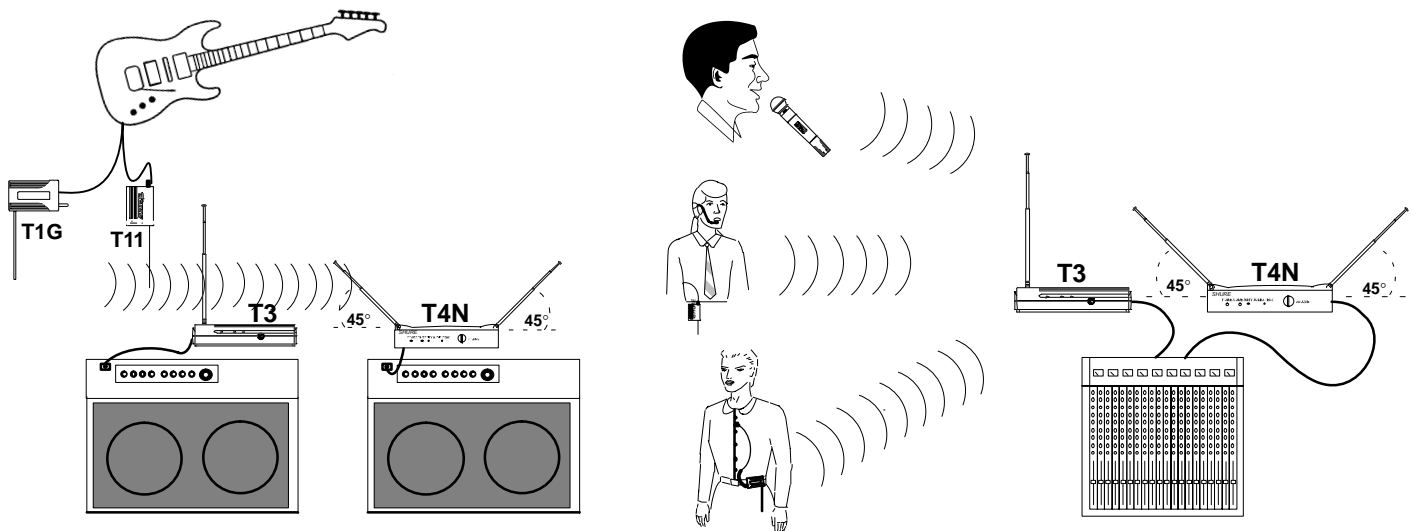

ABBILDUNG 8. BETRIEB DES DRAHTLOSSYSTEMS
- Den Empfängeranschluss anschließen. **The Guitarist:** ein Standard-Gitarrenkabel (zwei mitgeliefert) in den Empfängeranschluss einstecken. Das andere Ende in den Gitarrenverstärker einstecken; siehe Abbildung 8. **The Headset, Vocalist, Presenter oder Bodypack:** Ein Kabel mit einem 1/4-Zoll-Klinkenstecker (**T3, T4N**) oder einer XLR-Steckerbuchse (**T4N**) verwenden, um den Empfänger an den Mikrofonpegeleingang eines Mischpults oder einer PA-Anlage anzuschließen; siehe Abbildung 8.
- Die Antenne(n) auseinanderziehen. **T3:** Die Antenne sollte völlig auseinandergezogen und senkrecht ausgerichtet werden; siehe Abbildung 8. **T4N:** Die Antennen sollten völlig auseinandergezogen und in einem Winkel von 45 Grad zur Senkrechten voneinander abgewinkelt werden; siehe Abbildung 8.